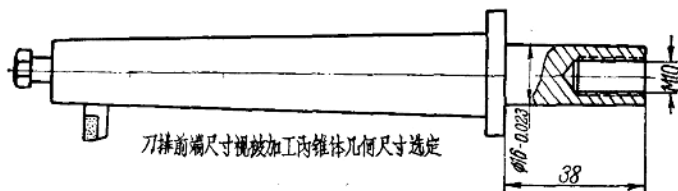

图 12 车内锥体刀排
2. 拆去回转刀架, 换上车内锥体刀排(图 12)。其他同车外锥体。